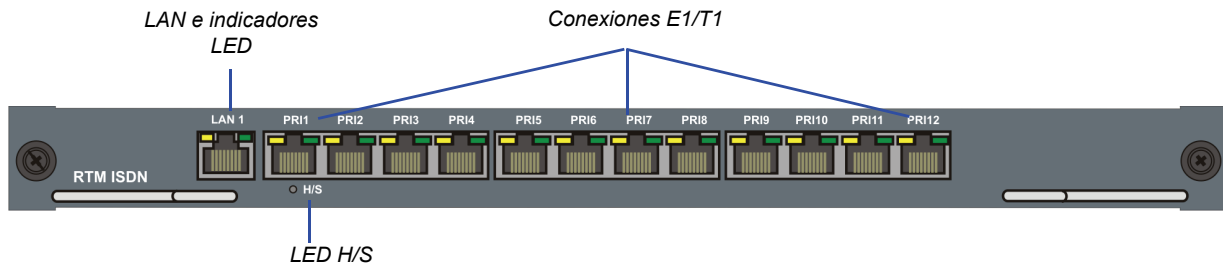

Figura 1-3 Disposición del RMX 2000 panel trasero de la RTM ISDN
- Se puede conectar siete líneas E1 o 9 T1 en cualquiera de las 12 conexiones, según se muestra en Figura 1-3